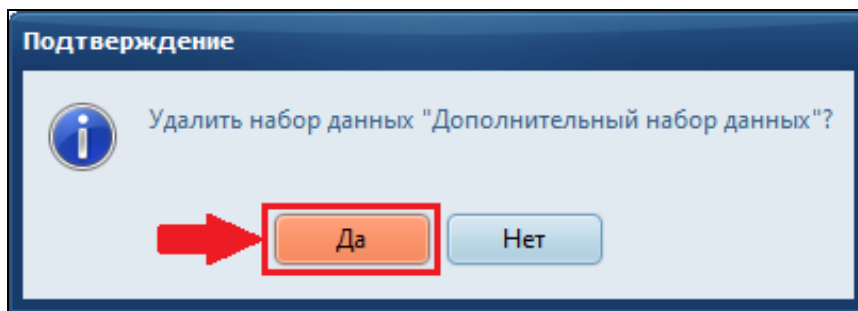

Рисунок 15 – Подтверждение удаления добавленного виртуального набора данных
3) Подтвердить удаление, нажав кнопку «Да» в открывшемся окне (Рисунок 15).